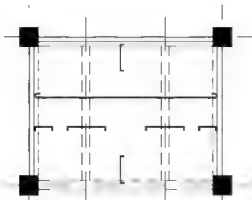
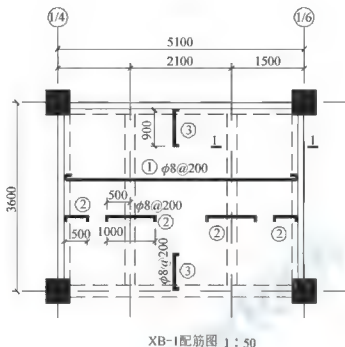

图 5.56 绘制拉结钢筋
图 5.58 “XB-I”配筋图
结果如图 5.56 所示。拉结钢筋的线宽为中粗线, 即 $0.7\text{mm} \times 50 = 35\text{mm}$, 支座钢筋的长度如图 5.58 所示, 向下弯钩长度为 $100\text{mm} - 1 \times 15\text{mm} = 85\text{mm}$ 。
(4) 以 1 : 50 的标注样式为当前标注样式, 标注板上部的拉结钢筋的尺寸, 结果如图 5.58 所示。